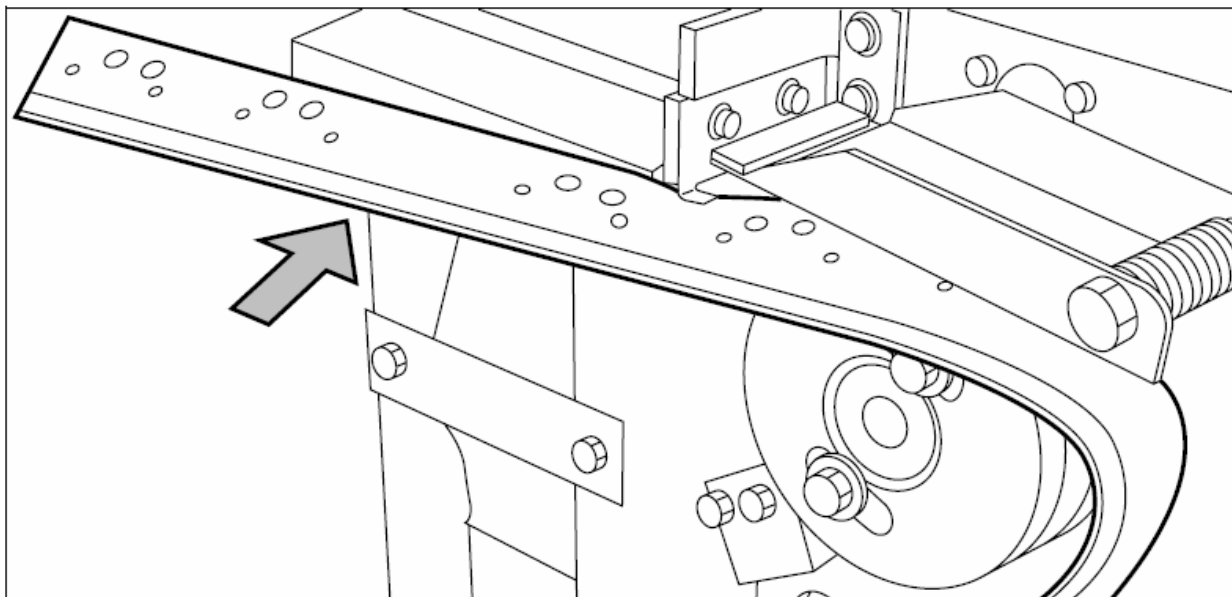

Рисунок 112. Проводка начала самоклеящейся ленты между верхним и нижним ножами фальцевального устройства
3. Пропустите самоклеющуюся ленту между верхним и нижним ножами устройства и поверх ведущего ролика (pin roller) (см. рисунок 112).